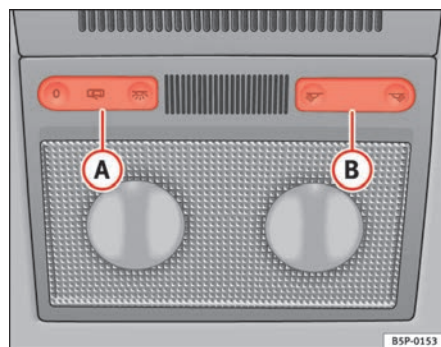

Abb. 78 Dachhimmel:
Mit dem Schalter ⇒ Abb. 78 (A) können Sie folgende Positionen wählen:
Drücken Sie den Schalter auf die Position 0 ⇒ Abb. 78.